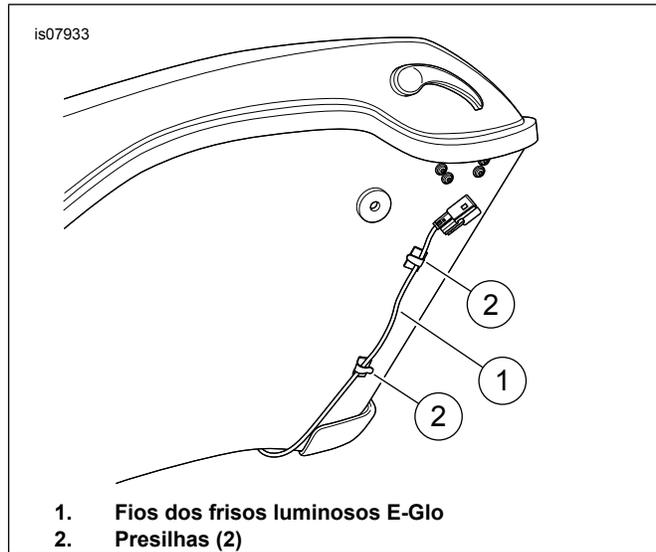

Figura 2. Orientação dos fios
13. Veja Figura 2. Oriente a fiação dos frisos luminosos E-Glo conforme exibido. Guarde os fios com as presilhas fornecidas no kit.